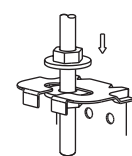

Fig. 5-7
- Posicione o ar condicionado firmemente apertando as porcas depois de ajustar bem a posição do corpo. (Consultar fig.5-7)